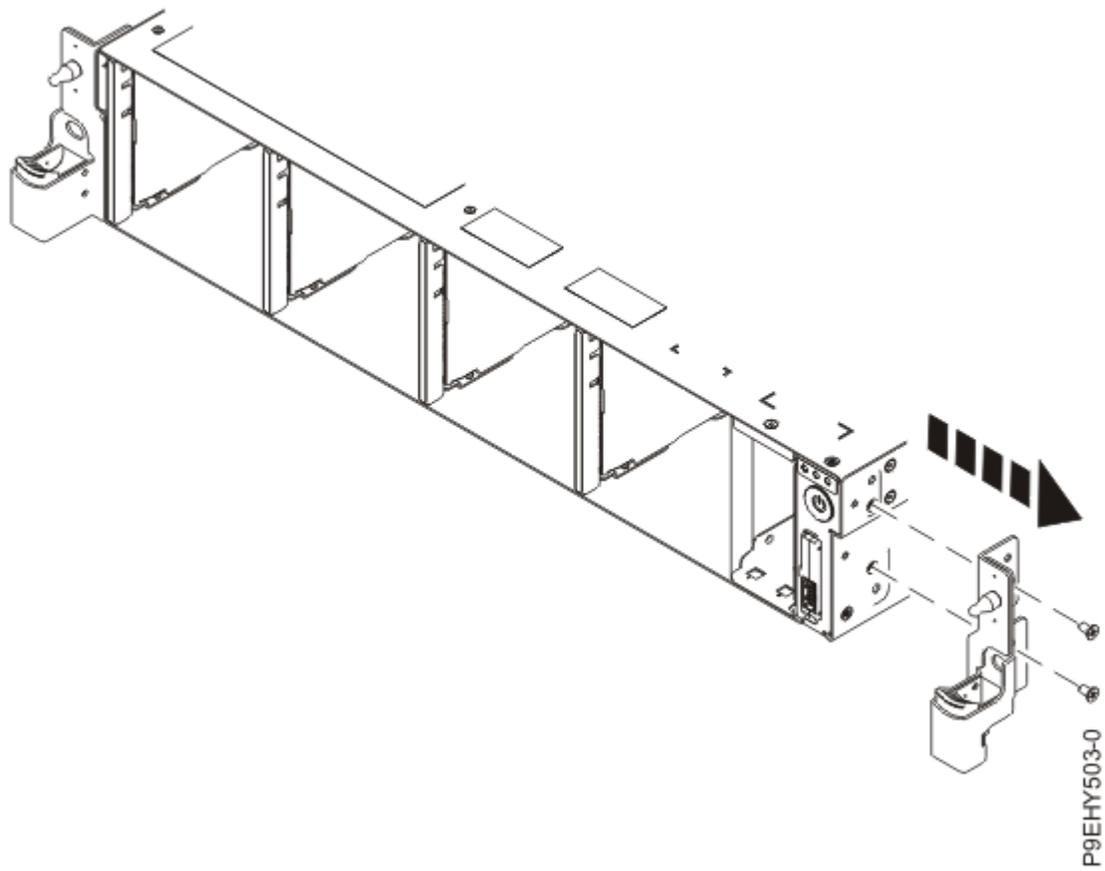

Figure 101. Retrait du support d'installation en armoire
7. Retirez le support d'installation en armoire du côté du système, comme illustré dans la Figure 101, à la page 126.